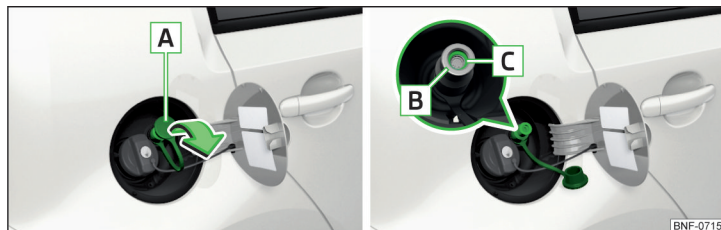

Fig. 134 Ștuțul de umplere cu GNC
- Scoateți capacul **A** » fig. 134 în sensul săgeții și aplicați cuplajul de umplere al stației de alimentare pe ștuțul de alimentare **B**.
- Verificați dacă inelul de etanșare **C** » fig. 134 nu a rămas cumva blocat în ștuțul de alimentare **B**. Dacă inelul de etanșare a alunecat pe cuplajul de umplere, acesta trebuie introdus la loc în ștuțul de umplere.